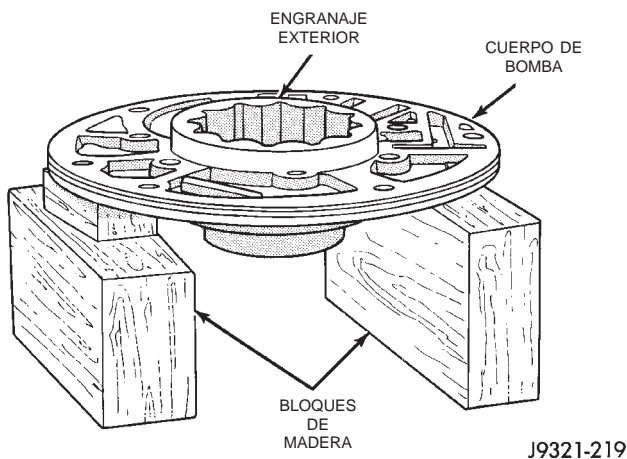

Fig. 126 Apoyo de la bomba e instalación del engranaje exterior
(1) Lubrique el hueco de los engranajes en el cuerpo de bomba con líquido para transmisiones.
(2) Lubrique los engranajes de la bomba con líquido para transmisiones.
(3) Apoye el cuerpo de bomba en bloques de madera (Fig. 126).
(4) Instale el engranaje exterior en el cuerpo de bomba (Fig. 126). El engranaje se puede instalar de cualquier manera (no es un encaje unidireccional).